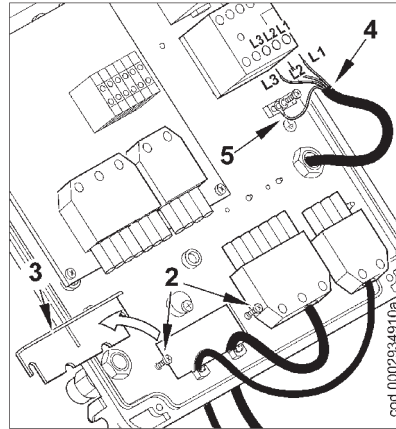

图 2
2) 松开螺丝（2），拿开电缆压板（3），将7孔和4孔插头从孔中穿入，见图2。将电源线（4）与接触器联好，做好接地（5），锁紧电线固定器。